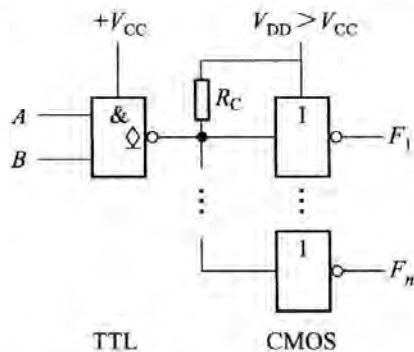

图 2.2.8 OC 门实现逻辑电平转换
所谓接口电路,就是将一种逻辑电路和其他不同特性的逻辑电路相连的电路。图 2.2.8 所示为 TTL OC 门驱动 CMOS 逻辑门电路,通过选择合适的 R_C 就可以使 TTL 和 CMOS 逻辑电平匹配。
(1) TTL 电路驱动 CMOS 电路
① 假设 $V_{CC} = V_{DD}$:TTL 电路的 $U_{OHmin} = 2.4V$,不满足 CMOS 的输入高电平的最小值 U_{IHmin} ,可在 TTL 电路的输出端对电源 V_{CC} 接入上拉电阻 R_U 。这样,TTL 电路的输出高电平就上拉到接近 V_{CC} 。
② $V_{DD} > V_{CC}$:可增加一个 OC 门作为电平转换,或者直接用 TTL OC 门驱动 CMOS 门,如图 2.2.8 所示。
(2) CMOS 电路驱动 TTL 电路